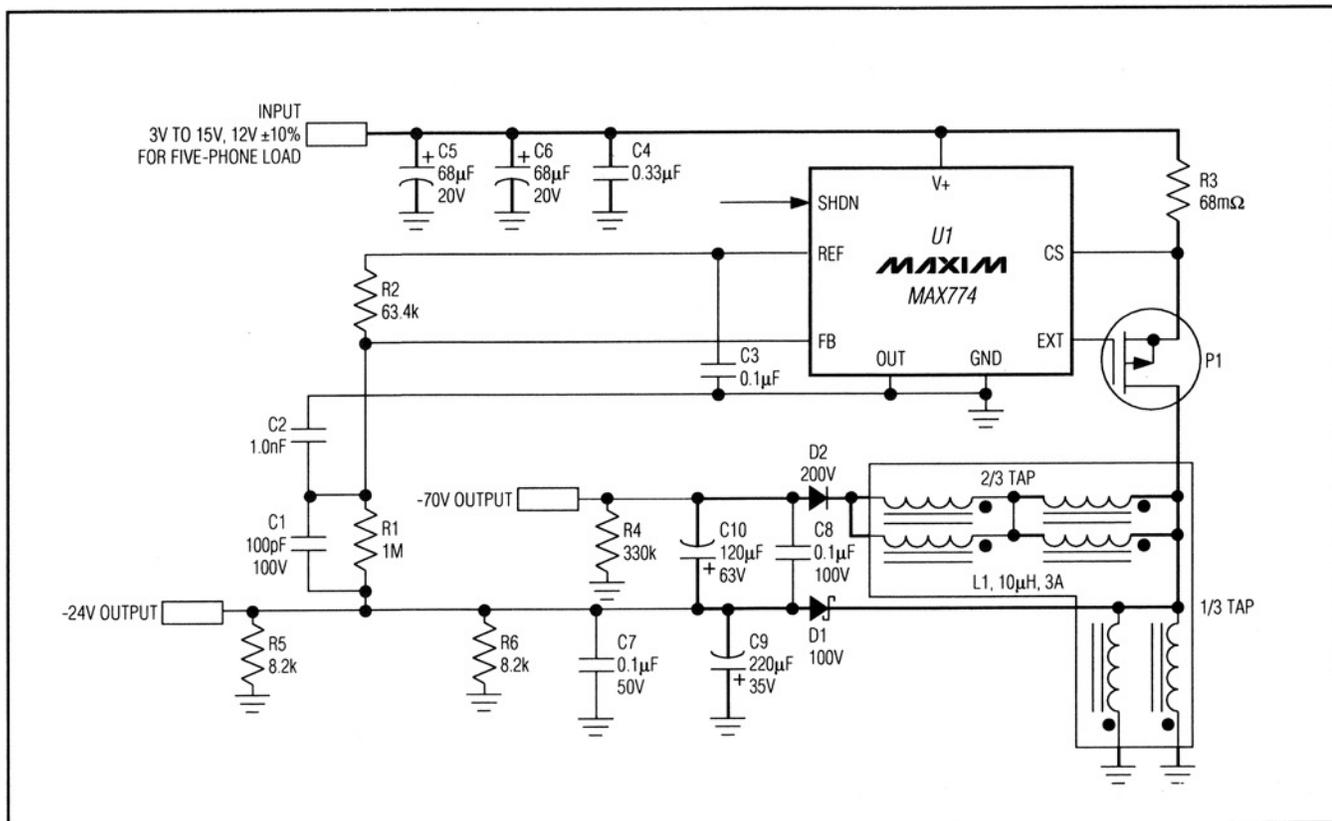

図1. MAX774 IRG EVキットの回路図
EVキットの回路図(図1)及びMAX774/MAX775/MAX776データシートのMAX774ブロック図に、回路の動作原理を示します。-24V出力が安定化範囲外まで低下すると、MAX774のエラーコンパレータが切替サイクルを開始します。この時、PチャネルMOSFET(P1)がオンになり、トランスのより低い巻線(1/3タップとグランド間)を通じて電流がランプアップし、磁界にエネルギーが蓄積されます。センス抵抗を通過した電流がトリップしきい値(210mV/68mW = 3.09A)を超えると、MOSFETがオフになって電流が遮られ、トランスの磁界が消滅します。トランスは、出力ダイオードに電流を流し込み、蓄積されたエネルギーを出力フィルタコンデンサに転送します。出力フィルタコンデンサは、負荷に供給された電力と電圧を平滑化します。出力が安定化トリップポイント以下に下がると、MAX774は次のサイクルを開始します。この-24V出力は、図1に示すように分圧器R1及びR2を接続することによって精密に安定化されています。MAX774はFBピンを安定化し、0Vに維持します。-70V出力は、-24Vと-70V出力間の巻数比を使用して安定化されます。
-70V出力を安定化範囲に維持するには、出力にプレロードを使用します。5つのリンガー相当の負荷を扱う設計では、次に示すプレロードを使用してください。オフフックの場合、-70V出力を維持するのに必要な電流は僅か200 μ A程度です。この値は、330k Ω 抵抗(図1のR4)又はツェナーダイオード(図2b)を使用することによって得られます。オンフックの場合は、-70V出力を維持するために、-24V出力に約5.5mAを流します。この5.5mAは、2つの8.2k Ω 抵抗(R5及びR6)を使用して、連続で流すことも、電話をリングしている間にトランジスタでプレロードをON/OFFすることによって断続的に流すこともできます(図2c)。トランジスタは、マイクロコントローラの入力/出力を使用して制御するか、又はAM79R79の制御信号からデコードすることができます。
- 3) EVキットの回路図(図1)で示したハイパワートレースは、できるだけ短く広くなるようにしてください。(C5、C6、R3、P1及びL1から成る)消費電流ループ及び出力電流ループ(-24V出力ではL1、D1及びC9、-70V出力ではL1、D2、C9及びC10)は、放射ノイズを低減するために、できるだけ短くしてください。